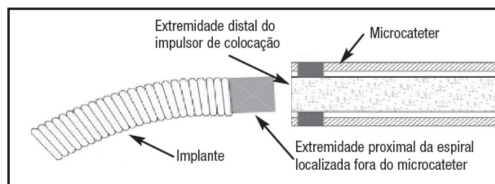

Figura 5 – Separação da espiral
41. Depois de confirmada a separação, puxe totalmente o sistema de colocação para fora do microcateter. Talvez seja necessário avançar ligeiramente o impulsor de colocação (a extremidade distal do impulsor de colocação ultrapassa ligeiramente o marcador da ponta do microcateter) para garantir que nenhuma parte da espiral permaneça no microcateter. Consulte a Figura 5.